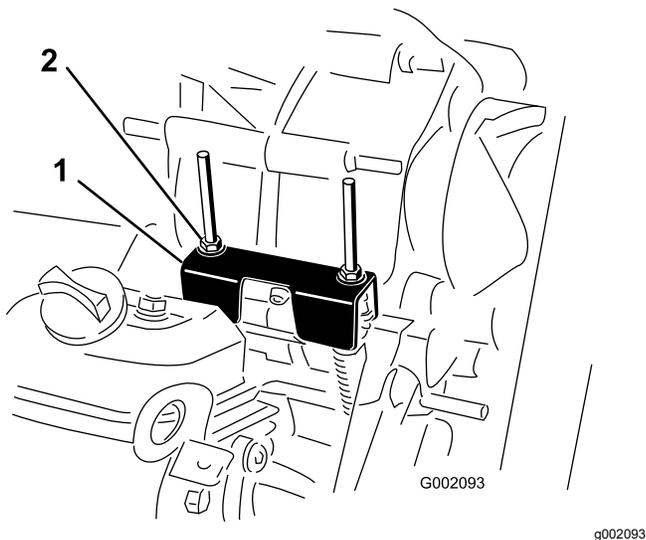

图 59
当执行日常维护和/或发动机诊断时驱动桥必须换入空档图 59。机器的变速杆上有一个空档位置用于控制驱动桥中的空档。请执行以下步骤以确保空档变速杆正确操作驱动桥空档
2. 旋转驱动离合器确保空档支架位于空档位置与变速杆支架下的电缆安装支架持平图 59。
3. 旋转其中一个锁紧螺母图 59使螺母/垫圈与空档支架之间留有 0.7621.524mm 的空隙。